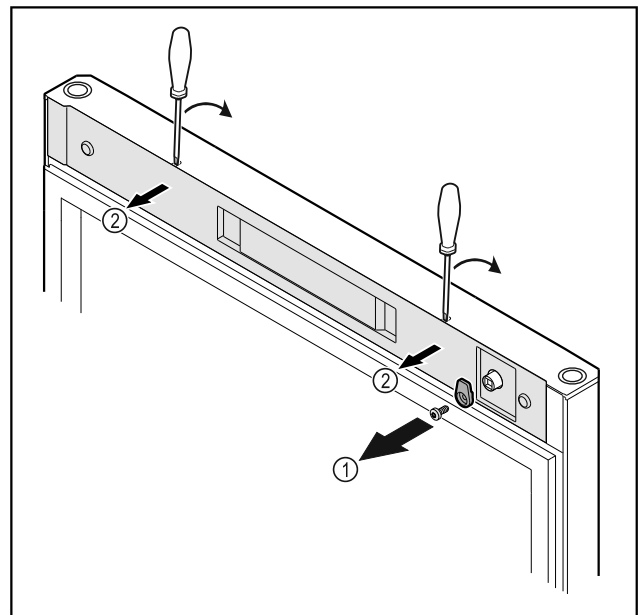

Fig. 7
- Odkręcić haczyk zamykający Fig. 7 (1).
- Osłonkę Fig. 7 (2) podważyć małym śrubokrętem i zdjąć.